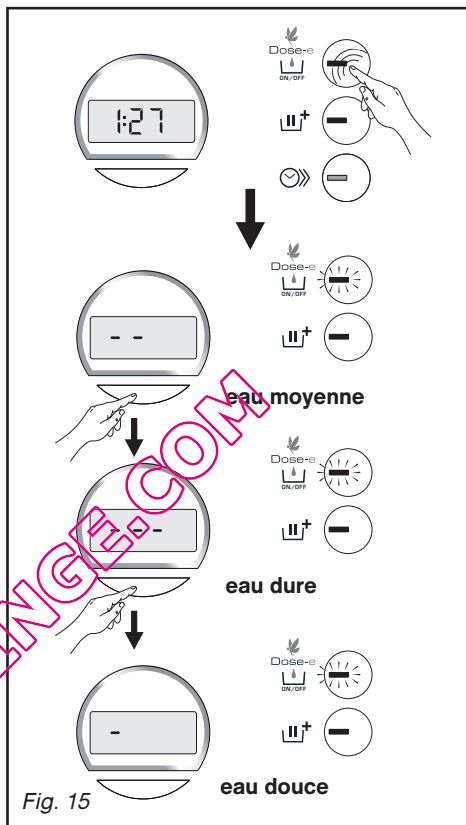

Fig. 15
• Réglage de la dureté de l'eau (Fig. 15)
– Faites un appui long sur la touche "PHC" (Fig. 15).